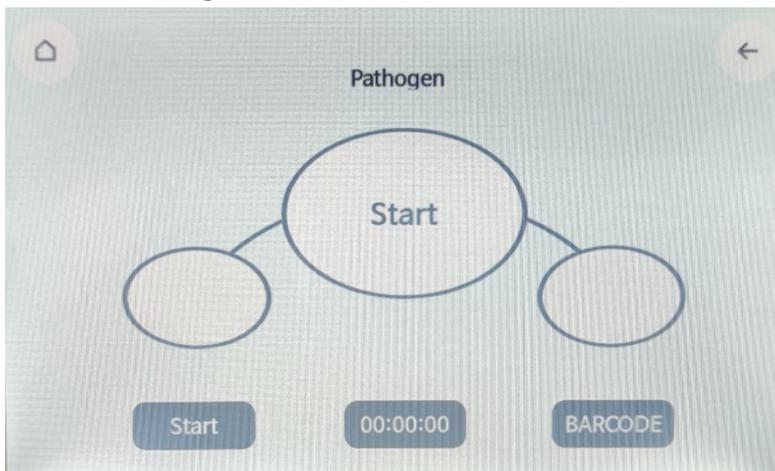

Abbildung 14. Menü „Run“ (Lauf) der Touchscreen-Bedienoberfläche des IndiMag 48s.
5. Tippen Sie auf „Start“ (Starten) unten links im Bildschirm (siehe Abbildung 14).
2. Tippen Sie auf „BARCODE“, um auf das Menü „Barcode“ zuzugreifen (siehe Abbildung 14 für Menü „Run“ (Lauf)). Es wird das Menü „Barcode“ angezeigt (siehe Abbildung 18).